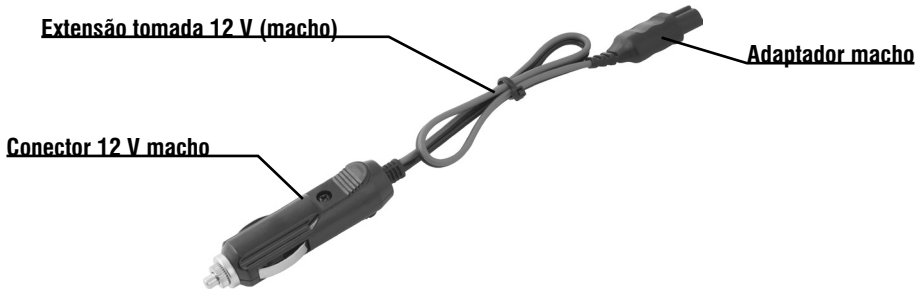

Fig. 8 – Extensão tomada 12 V macho
- 1 - Conecte a extensão 12 V, conforme Fig. 8;